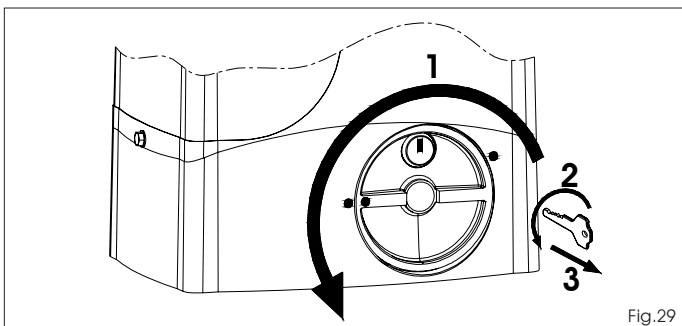

Fig.29
- 1) Gire el sistema de desbloqueo en sentido horario hasta su tope, Fig. 29 ref. 1.
- 2) Gire la llave en sentido antihorario y quítela de la cerradura, Fig. 29 ref. 2 y 3.